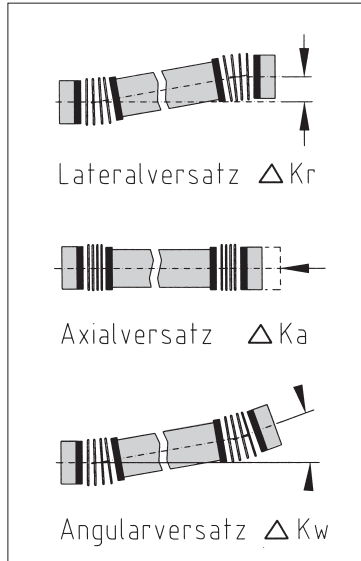

Bild 1
R+W Gelenkwellen sind flexible Wellenkupplungen zur Überbrückung größerer Wellenabstände. Zwei Metallbalgkupplungen (1) und ein Zwischenrohr (2) bilden eine Einheit. Die Metallbälge bestehen aus dünnwandigem nicht rostendem Stahl und gleichen lateralen, axialen und angularen Wellenversatz (Bild 1) aus. Das Drehmoment wird spielfrei und torsionssteif übertragen.
R+W Gelenkwellen gleichen lateralen, axialen und angularen Wellenversatz aus (Bild 1). Der Lateralversatz ist von der Zwischenrohlänge abhängig. Er kann nach Bild 3 errechnet werden.